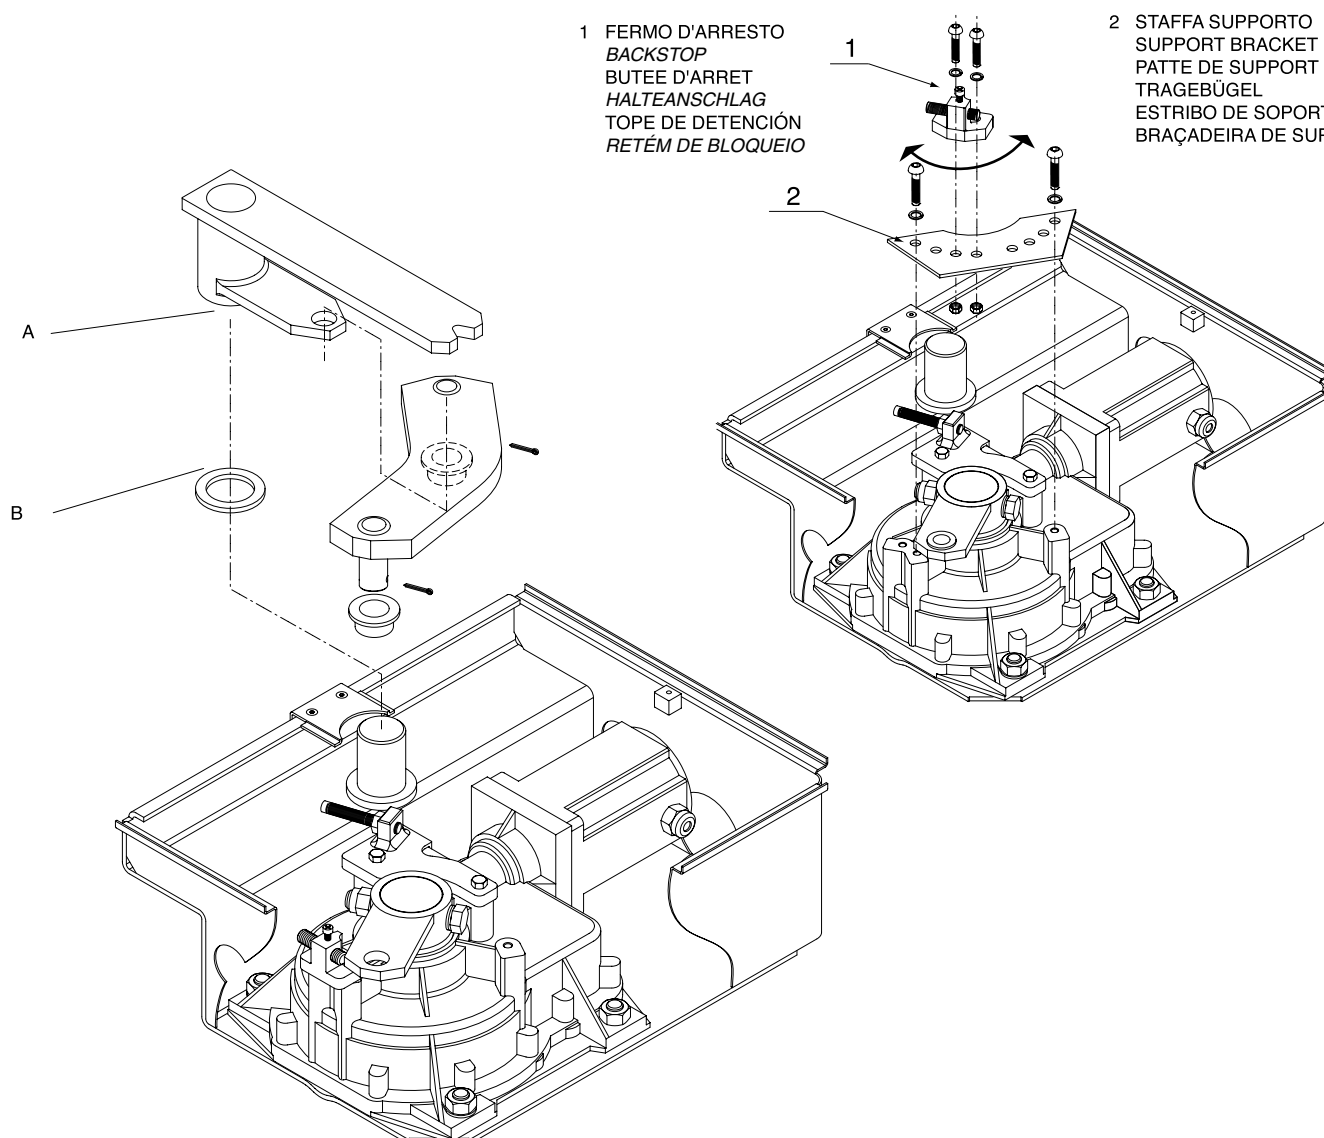
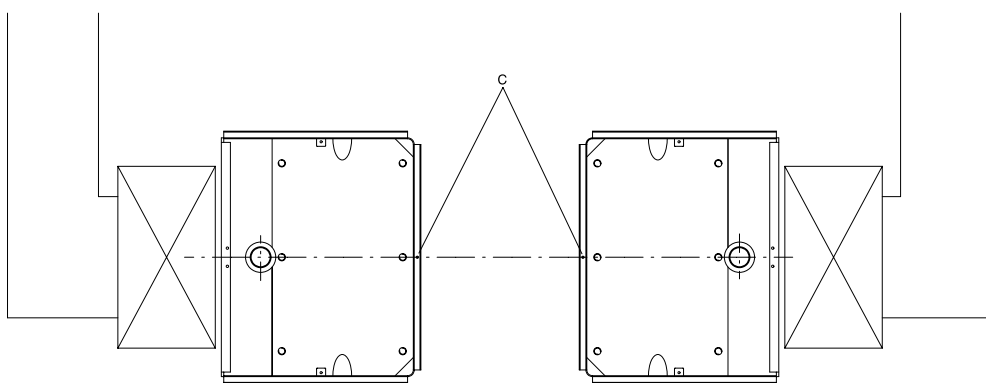

Fig. 10
Fig. 13a
Caso não haja os stop de parada no piso "FA", regular os stop de parada internos agindo nos parafusos "VRC-VRO" (fig.10-11) até quando a folha do portão pára no ponto desejado. O batente de parada mecânica em fechamento e abertura, é regulada agindo-se nos apósitos parafusos "VRC-VRO" emfechamento (fig.10).
- Em **FECHAMENTO** (fig. 10). O parafuso de regulagem do fim de curso "VRC", deve interceptar a alavanca "L" depois que a folha do portão tiver chegado no batente do stop de parada central "FA" (fig.8). Deste modo, garante-se o apoio da folha do portão ao stop de parada central "FA" que, se completo de tampa de borracha, evita também os ruídos de batidas. Quando na regulagem do stop fim de curso "VRC" a medida "Z" (fig.8) resultasse maior de 18,20mm, aconselha-se girar o stop conforme indicado na fig.13a.